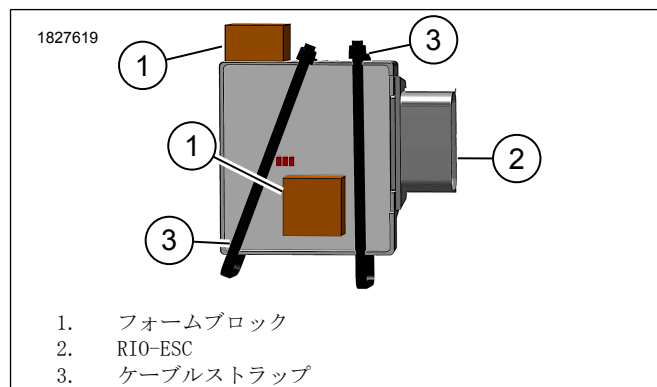

図6。フォームブロックをRIOに取り付けます
6. 図6を参照してください。フォームブロック(1)をRIO-ESC(2)に取り付けます。